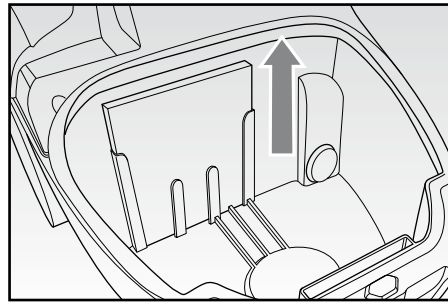

Fig. 9
- Far scorrere fuori il comparto il filtro (FIG. 9).